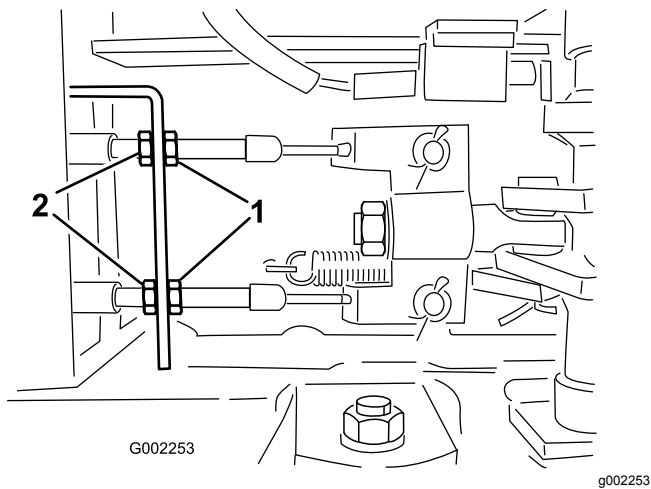

Figure 73
5. Desserrez les écrous avant sur les câbles de frein, sous l'extrémité avant du pulvérisateur (Figure 73).
6. Serrez les écrous arrière uniformément jusqu'à ce que la pédale de frein s'enfonce de 1 à 2 cm (0,5 à 1 pouce) avant que vous sentiez une résistance (Figure 73).